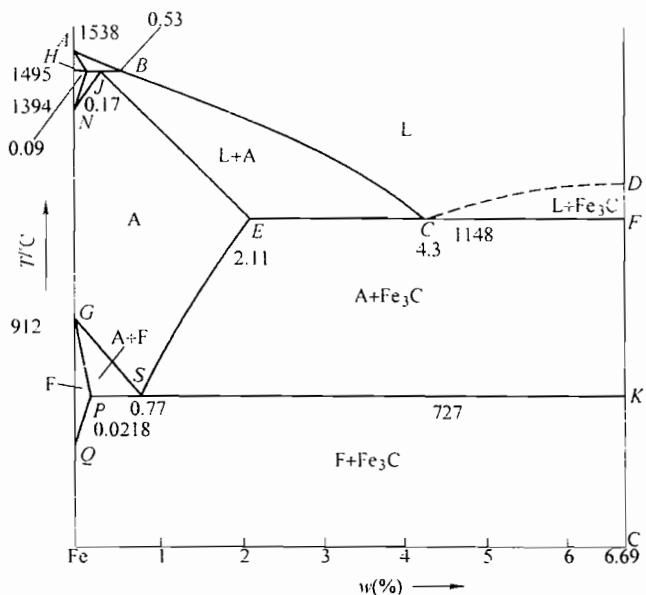

图 19-4 第五题解答图
1. 所画出 Fe-Fe₃C 的平衡相图，如图 19-4 所示。各个相区的填写，如图 19-